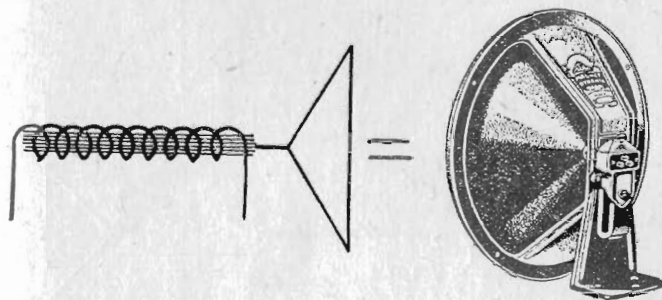

Fig. 7.12. - Esempio di diffusore magnetico (a destra) e relativo simbolo a sinistra.
a) un diffusore magnetico, del tipo di quelli che si adoperavano quando gli apparecchi non venivano alimentati in alternata (fig. 7.12).